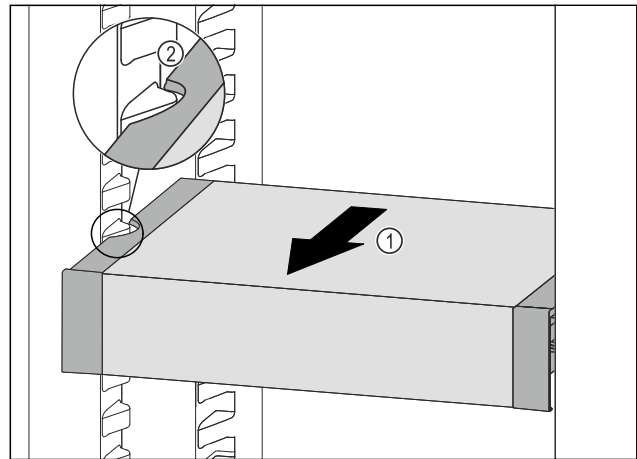

Fig. 89
- ▶ VarioSafe nach vorne ziehen Fig. 89 (1), bis sich die seitlichen Aussparungen des VarioSafes auf Höhe der Behälterrippe im Kühlteil befinden. Fig. 89 (2)